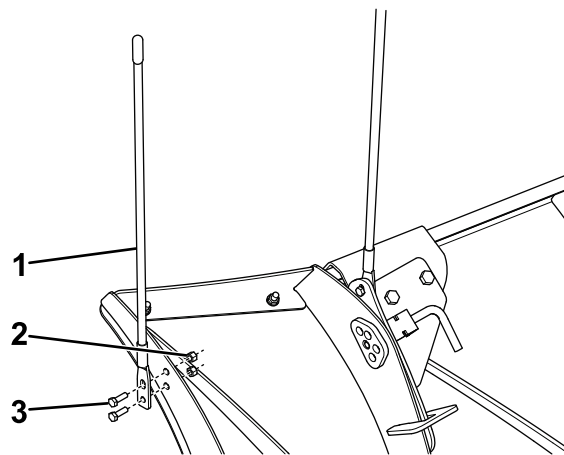

**Figura 7**
- Gire la aleta hacia adelante y sujétela con el cerrojo con muelle (Figura 7).